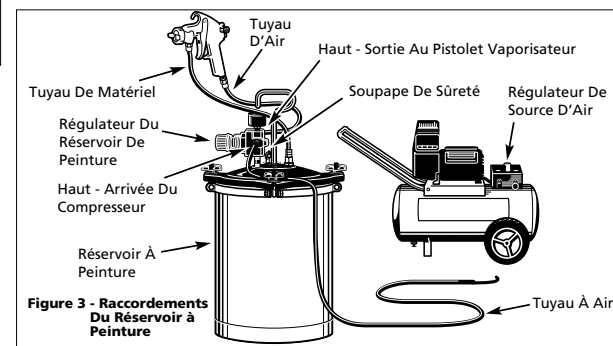

Figure 3 - Raccords Du Réservoir à Peinture
Les raccords corrects pour l'utilisation avec un réservoir de peinture pressurisé sont illustrés dans la Figure 3. Se référer aux illustrations fournies avec le réservoir de peinture pour les raccords et l'usage. **NE PAS UTILISER UN RÉSERVOIR POUR PEINTURE SANS LIRE CES DIRECTIVES.**
6. Le bouton de soupape pression/siphon doit être serré au sens des aiguilles d'une montre (en direction S) lorsque vous utiliser un réservoir à peinture pressurisé, comme illustré dans la Figure 3. Ceci empêche l'échappement d'air pressurisé de l'orifice de soupape de pression du godet lorsque le godet n'est pas utilisé.